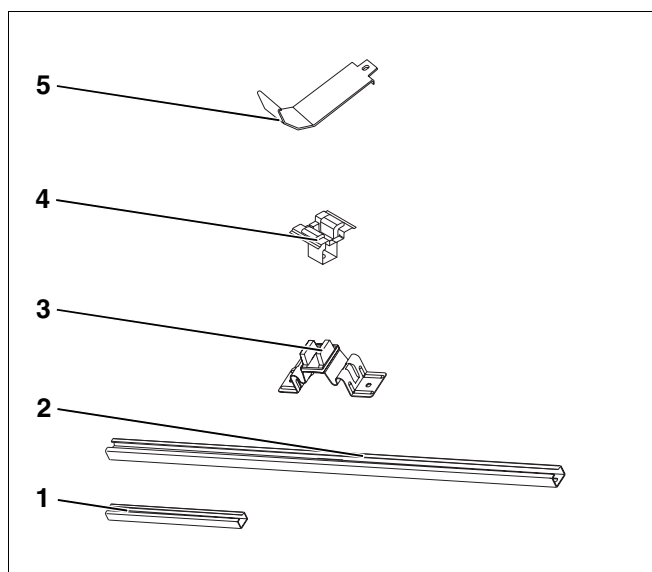

Fig. 3 Juego de montaje complementario
4.2.2 Juego de montaje complementario (para cada colector adicional) – fig. 3